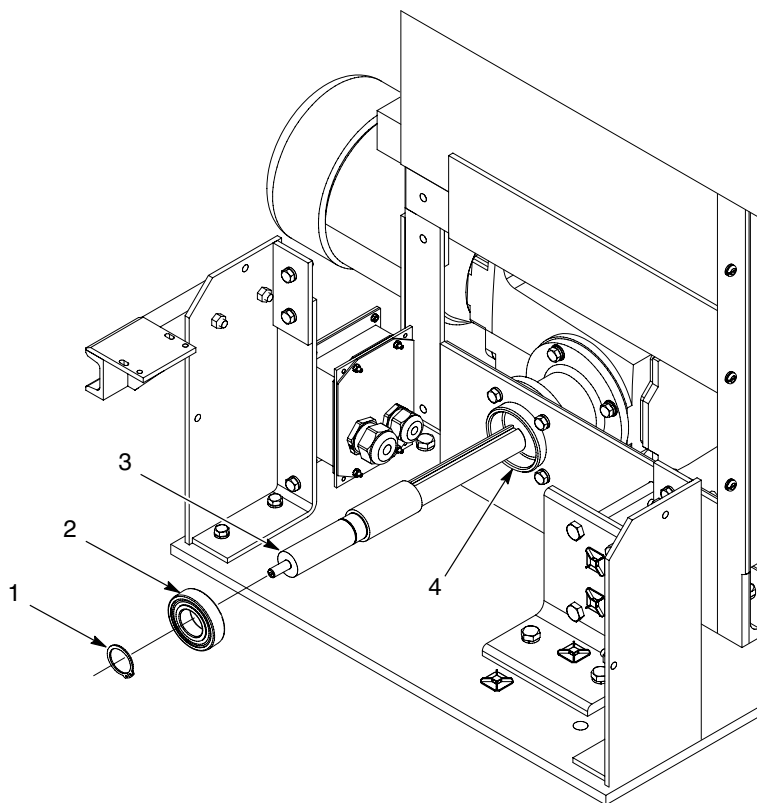

Figura 20 Înlocuirea lagărului sau a arborelui motoreductorului
3. A se vedea Figura 20. Scoateți inelul elastic al opritorului (1) de pe arborele motorului de acționare (3). Scoateți arborele motorului de acționare de pe adaptor (4).
4. Verificați arborele motorului de acționare (3) pentru uzură sau deteiorare și faceți înlocuirile necesare.
5. Demontați lagărul (2) de pe adaptor (4).